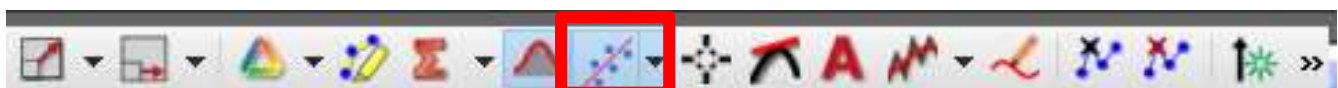
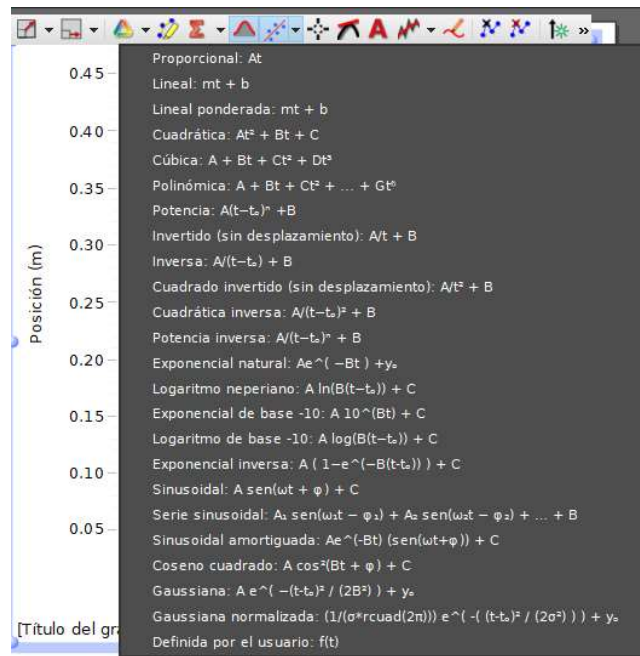

Figura No. 15
Figura No. 16
1. Para obtener la magnitud de la aceleración del carro dinámico, del menú de la gráfica seleccione el ícono de ajuste de datos (Figura No. 15), de clic en la opción **<Cuadrática: $At^2 + Bt + C$ >** (Figura No. 16) y posteriormente de clic en otro punto para que desaparezca el menú desplegable.